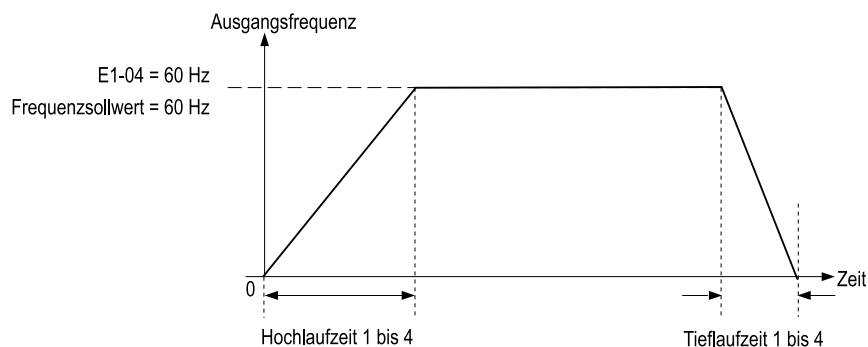
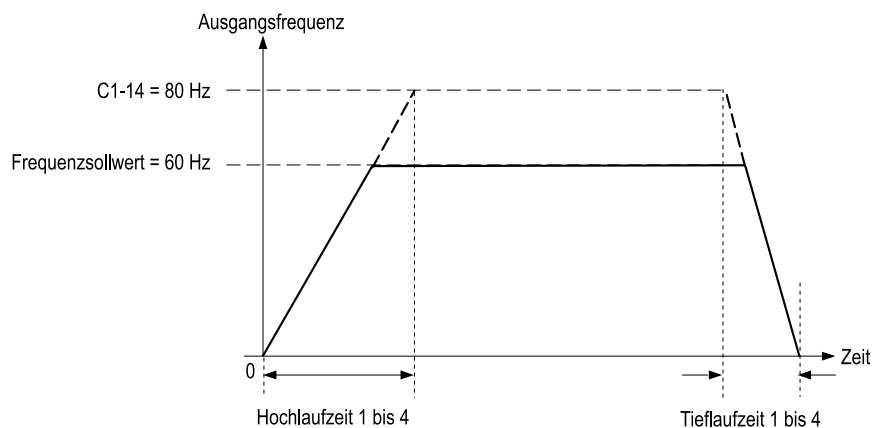

Abbildung 12.38 Beispiel 1: Hochlauf-/Tieflaufzeit (mit $C1-14 = 0$ Hz, $E1-04 = 60$ Hz und einem Frequenzsollwert von 60 Hz)
Abbildung 12.40 Beispiel 3: Hochlauf-/Tieflaufzeit (mit $C1-14 = 80$ Hz, $E1-04 = 60$ Hz und einem Frequenzsollwert von 60 Hz)
- Abbildung 12.38 bis Abbildung 12.40 zeigen die Hochlauf-/Tieflaufzeiten, wenn $C2-01$ bis $C2-04$ [S-Kurve am Beginn/Ende des Hochlaufs/Tieflaufs] = 0.00 s.